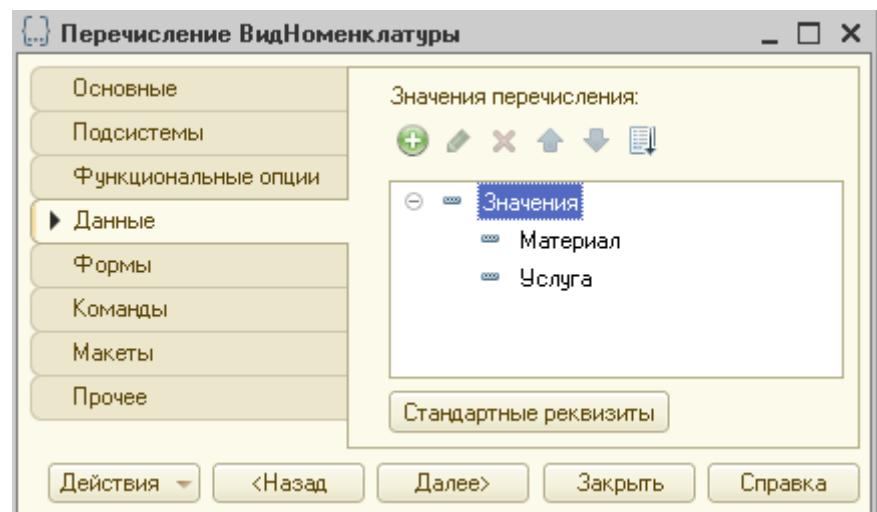

Рисунок 45 Перечисление Вид номенклатуры
12. Создайте перечисление **ВидНоменклатуры**. Добавьте на вкладке **«Данные»** два значения: Материал и Услуга (рис. 45). Включите в подсистемы.